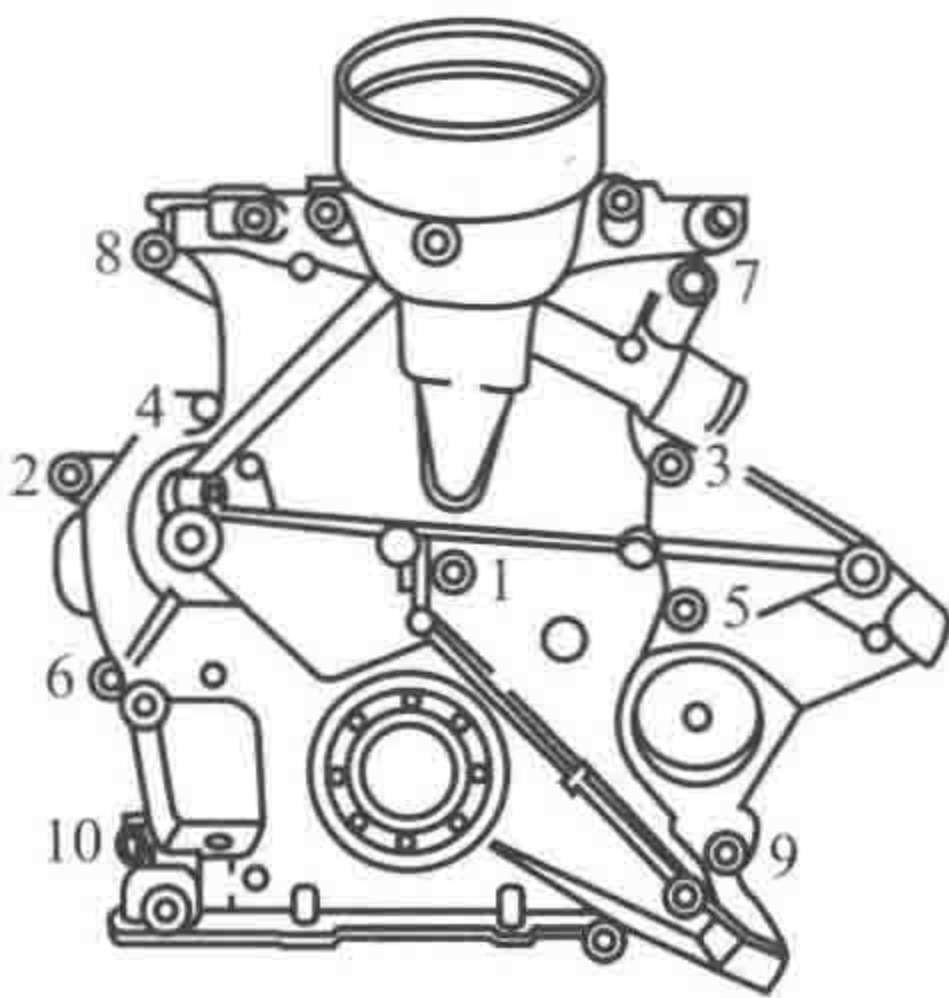

图 1-7 2.0L 涡轮增压汽油机正时链条箱盖的螺栓拆装顺序
- c. 如图 1-7 所示，按 10~1 的顺序松开螺栓。
- ⑧ 拆下滑轨销盖。
- ⑨ 利用冲击分离器（专用工具）拆下滑轨销。
- ⑩ 拆下正时链条滑轨（1）和正时链条滑轨（2）。
- ⑪ 拆下发动机正时链条。
- ⑫ 拆下机油泵。
- ⑬ 拆下机油泵正时链条。
- ⑥ 安装滑轨销盖。
- ⑦ 按照下列步骤安装正时箱盖。
- b. 参考图 1-7，按 1~10 的顺序拧紧螺栓。
- ⑧ 安装缸盖。
- ⑨ 按照下述步骤安装缸盖前罩盖。